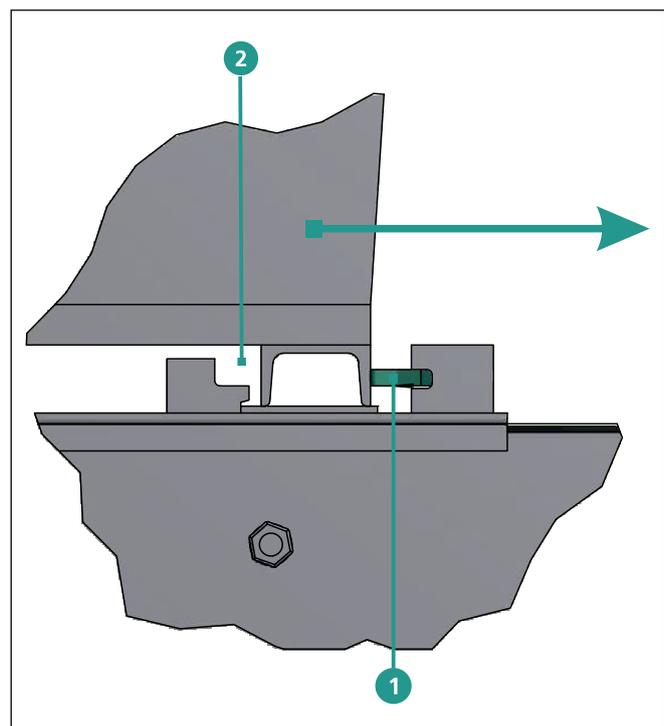

Abbildung 5.2
Keile ① an den Spannschuhen lösen und durch Einschlagen auf der anderen Profilseite ② die Rückwand aus der Kippsicherung drücken (siehe Abbildung 5.2).